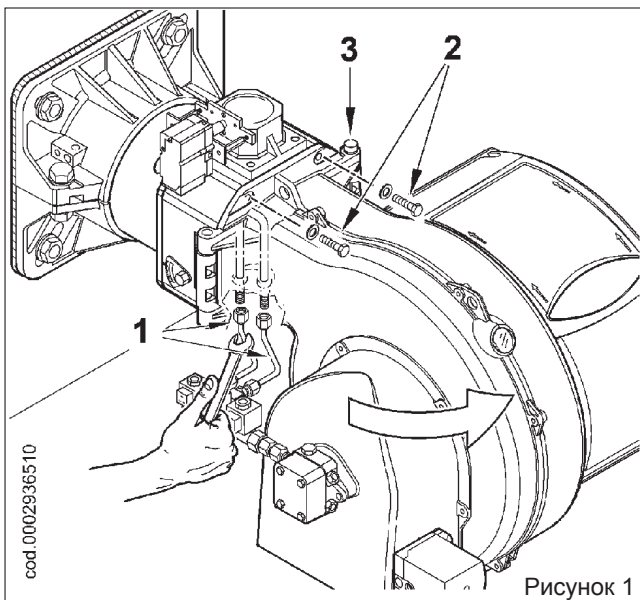

Рисунок 1
- 2) Открутите четыре винта "2" и поверните горелку вокруг штифта "3", расположенного в шарнире (рис. 1).